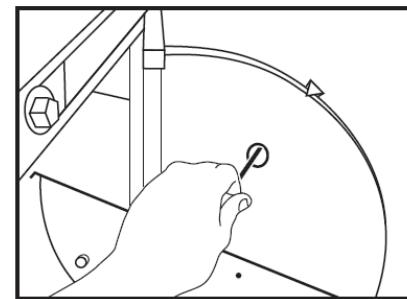

Fig. 2
4. Observe el puntero del transportador (3), si apunta a cero o al ajuste deseado, la calibración está terminada. Si no es así, continúe con el paso 5.
5. Ajuste el puntero del transportador (3) al aflojar el tornillo para llave Allen en la parte inferior del puntero del transportador (3) en la parte posterior de la zapata de plegado, utilizando una llave Allen de 3/16" (Fig. 2).